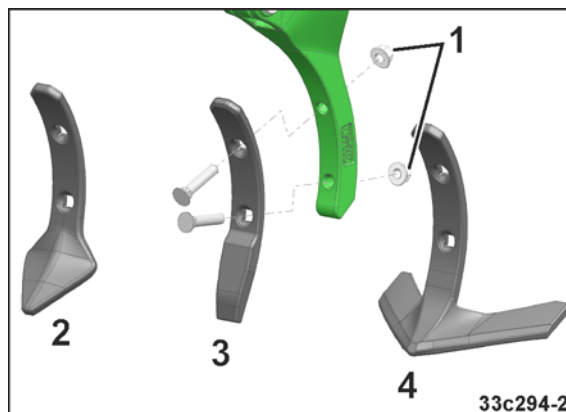

Рис. 167
1. Отверните крепежные гайки (Рис. 167/1).
3. Затяните крепежные гайки (Рис. 167/1).
Стрельчатая лапа (Рис. 167/4)	Большой
Сердцевидная лапа (Рис. 167/2)	↓
Узкая лапа (Рис. 167/3)	Маленький